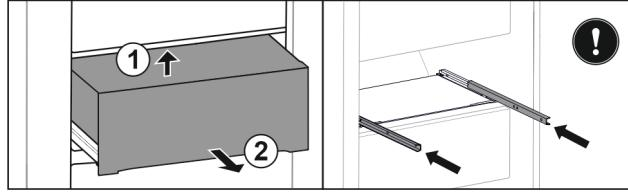

Fig. 40
- Приподнимите выдвижной ящик сзади снизу. Fig. 40 (1)
- Извлеките выдвижной ящик движением вперед. Fig. 40 (2)